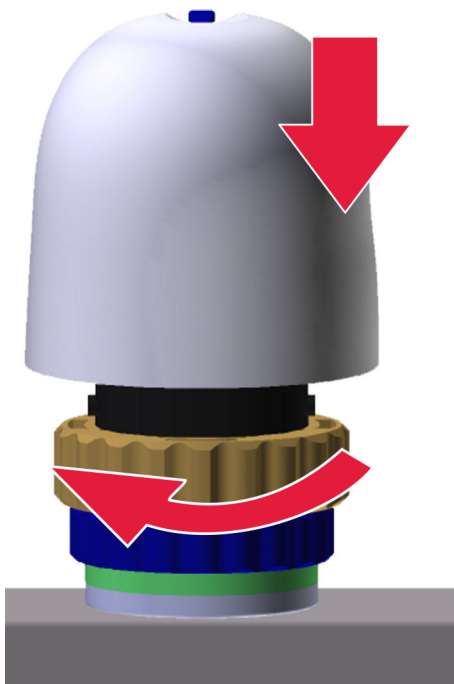

Abb. 71: Stellantrieb einsetzen
4. → Um den Stellantrieb einzusetzen, diesen mit dem Kabel nach hinten auf die Arretierung setzen. Leicht drücken und gegen den Uhrzeigersinn andrehen (Abb. 71).